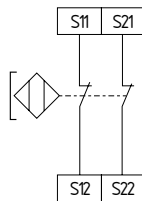

Fig. 5
- Fig. 5: Interruptor de posição final esquerdo, com atuação parcial no nível de desconexão 1 (habilitações de segurança 13-14, 23-24)